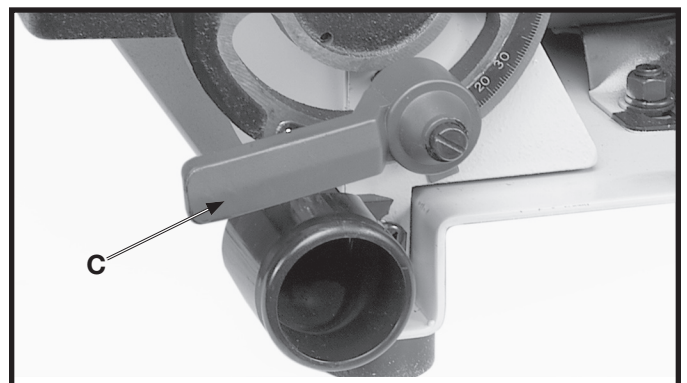

Fig. 16
6. La fig. 16 illustre la poignée de blocage (C) assemblée. **REMARQUE :** la poignée de blocage (A) est à ressort et se déplace en retirant la poignée et en la repositionnant sur le montant dentelé situé sous la poignée.